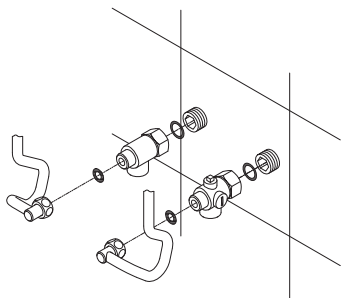

рис. 5
- Закрепите приложенные переходники холодной и горячей воды с 1/2-дюймовой прокладкой к водопроводной сети, как показано на рис. 5.